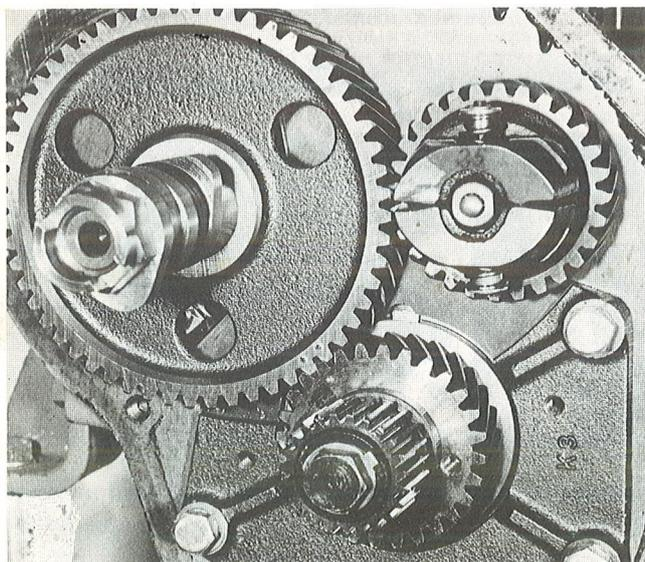

Figure 24.
4. Monter le pignon d'arbre à cames et le disque formant came. Remarque: Le pointeau de repère sur le pignon d'arbre à cames doit se trouver juste devant celui du vilebrequin, voir figure 24.
8. Monter le pignon et le disque formant came sur l'arbre à cames. Remarque: Noter les repères marqués (voir figure 24). Bien le fixer avec la vis du flasque d'entraînement à pas à gauche. Couple de serrage: voir "Caractéristiques techniques".